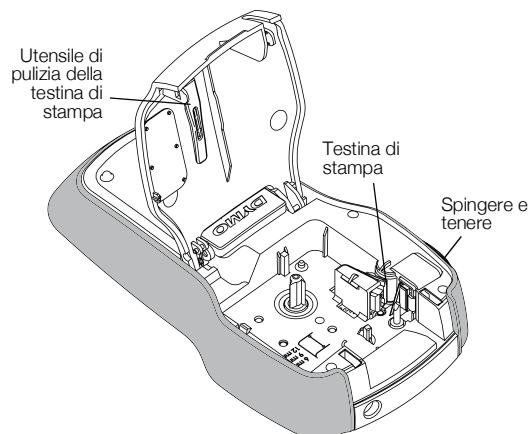

Figura 7
- 2 Tenere premuto il pulsante della taglierina per esporre la lama. Vedere la Figura 7.
- 2 Rimuovere l'utensile di pulizia della testina di stampa dall'interno del coperchio del comparto cartuccia. Vedere la Figura 7. Rivolgersi all'assistenza clienti DYMO se non si dispone dell'utensile di pulizia (<http://support.dymo.com>).